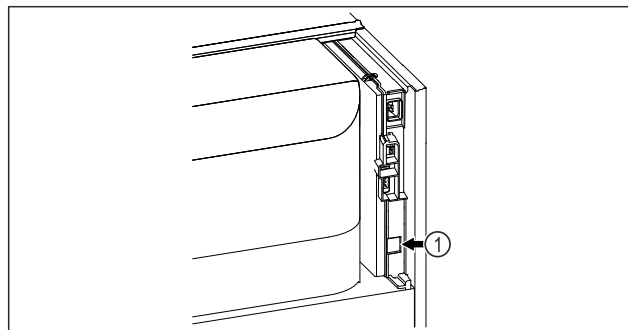

Fig. 90
- Je používán SmartModule Fig. 90 (1).